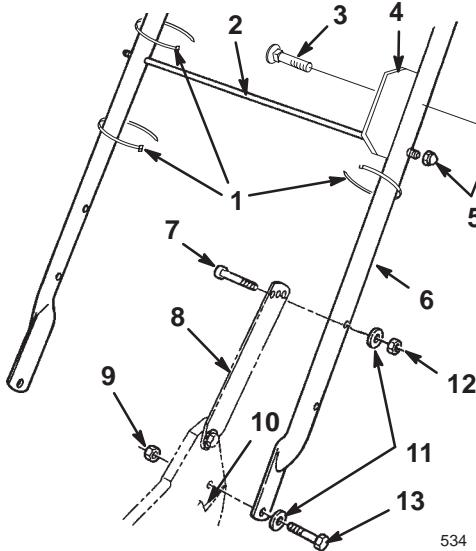

Bild 2
- Montieren Sie den Griff mit 2 Schrauben (5/16–18 x 1-1/4 Zoll), Scheiben und dünnen Nytonsicherungsmuttern (ins untere Loch) an der Außenseite des Rasenmähergehäuses (Bild 2).
- Befestigen Sie die Griffhalterungen mit zwei Schrauben (5/16–18 x 1-1/2 Zoll), Scheiben und Nyton-sicherungsmuttern am Griff (Bild 2).
- Schieben Sie die Korbstützstange durch die Griffausrichtungsplatte und in die zweiten (von oben) Befestigungslöcher im Griff und befestigen Sie jede Seite mit einer Sicherungsmutter (Bild 2).
- Schieben Sie die Schlossschraube durch die Griffausrichtungsplatte und das obere Loch auf der linken Seite des Griffs. Befestigen Sie die Schraube mit einer Sicherungsmutter (Bild 2).
- Befestigen Sie das Bremskabel mit Kabelbinden am Griff (Bild 2).